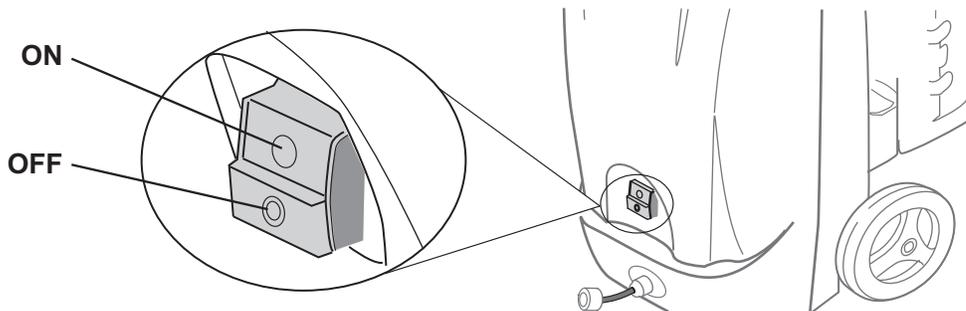

Fig. 4
7. Presione el botón on/off para arrancar la hidrolavadora. (Fig.4)